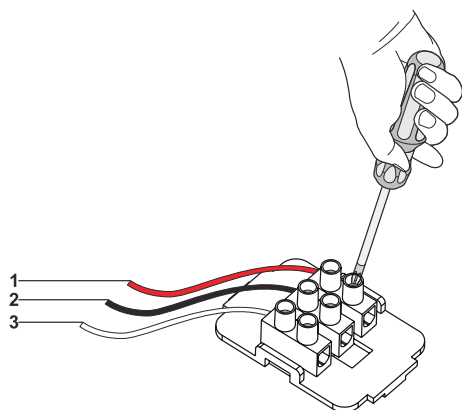

Fig. 19
- 1. ➤ **NC / COM:**Når disse 2 forbindelser bruges og emhætten slukkes vil emhætten give det forbundene apparat konstant signal. (Fig. 19).
- 2. ➤ **NO / COM:**Når disse 2 forbindelser bruges og emhætten tændes vil emhætten give det forbundene apparat konstant signal. (Fig. 19).